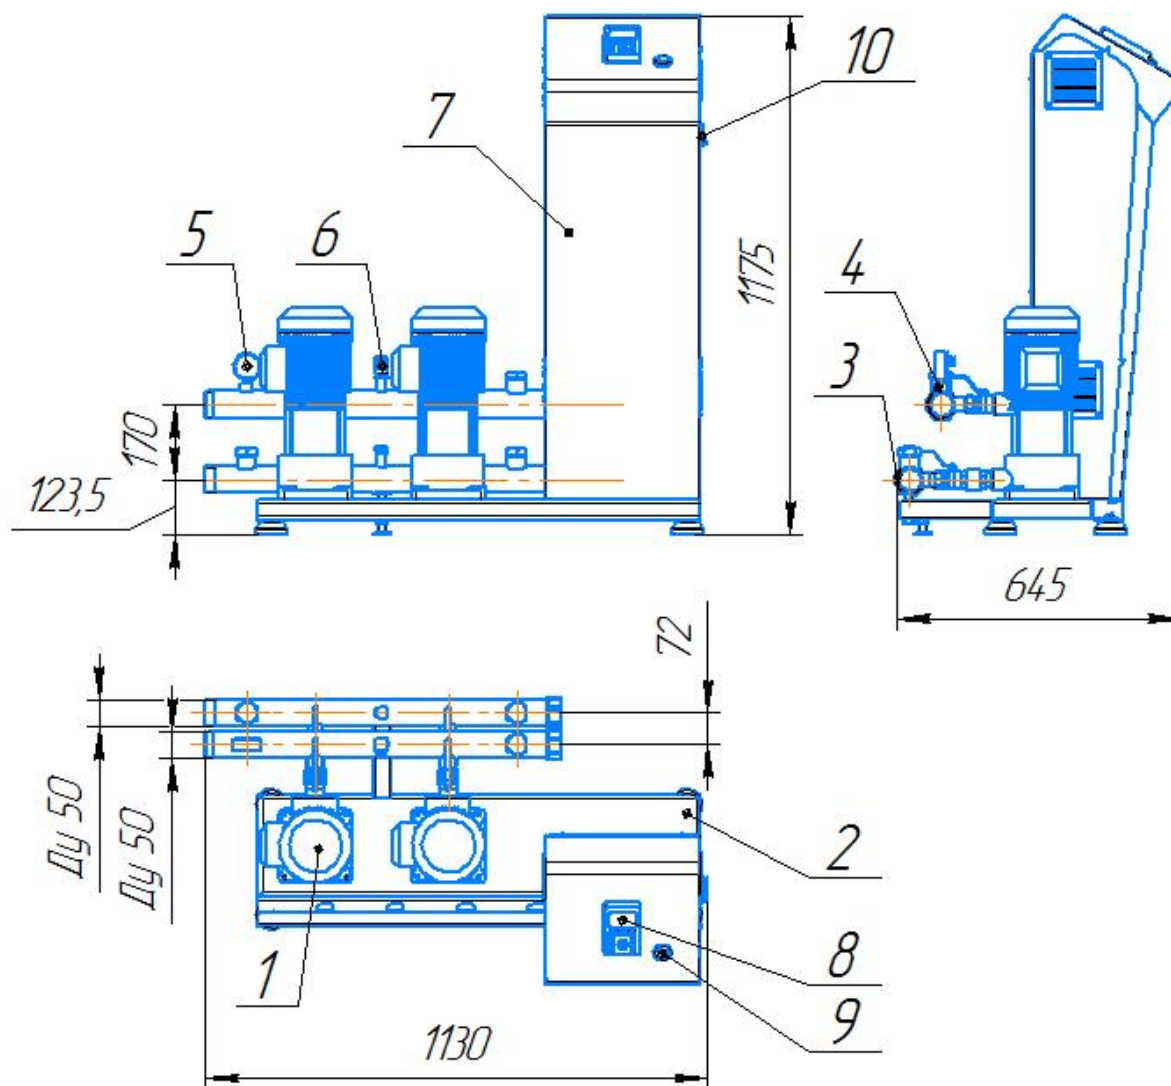

Рис. 1 Внешний вид станции.
3.1 В состав станции (см. рис. 1) входят перекачивающие насосы EVP 4-4 (поз. 1), установленные на основании (поз. 2). Подача перекачиваемой жидкости осуществляется через всасывающий коллектор (поз. 3). Перекачиваемая жидкость через всасывающий коллектор распределяется по насосам и далее, через нагнетательный коллектор (поз. 4) поступает в сеть подачи жидкости потребителям. Контроль давления перекачиваемой жидкости осуществляется с помощью манометра (поз.5). Установленный на нагнетательном коллекторе датчик давления (поз.6), обеспечивает работу схемы управления, смонтированной в корпусе стойки управления (поз.7) с графической панелью (поз.8) и кнопкой аварийной остановки (поз.9). На боковой стенке стойки управления установлен вводной автоматический выключатель станции (поз.10). Для компенсации гидроударов и защиты насосов от частых включений к напорному трубопроводу необходимо подключить гидроаккумулятор.
- Включите электропитание станции от силового шкафа расположенного вблизи станции, при этом засветится графическая панель (рис.1 поз.8).
При подаче сетевого напряжения, засветится графическая панель (рис.1 поз. 8) с отображением основного экрана электронного манометра выходного давления. Внешний вид графической панели изображён на рисунке 2. На основном экране доступны три функциональные кнопки выбора: “ПУСК”, “СТОП” и “МЕНЮ”. Кнопки “ПУСК” и “СТОП” дублируют вкладку “Пуск/Стоп” подменю “Управление”. При нажатии на кнопку “ПУСК” произойдёт запуск насосной станции в ручном или автоматическом режиме. При нажатии на кнопку “МЕНЮ” можно перейти в основное меню.
- подать сетевое напряжение, при этом должна засветиться графическая панель управления (рис.1 поз.8).